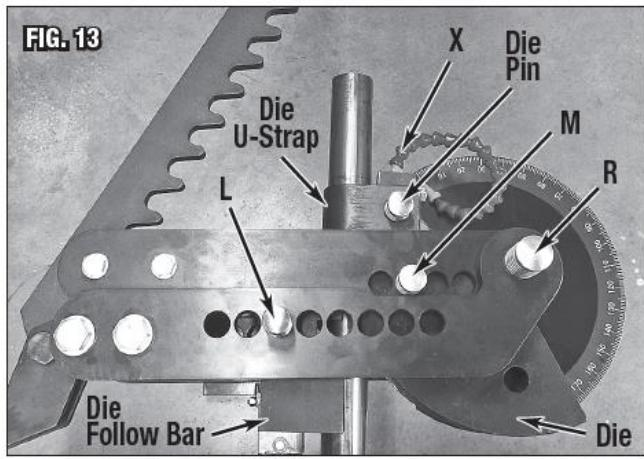

Рис. 13
1. Вставить заготовку между изогнутой формой и бруском, затем поместить U-образный зажим с внешней стороны трубы (Рис. 13). Слегка затянуть стопорный болт, если это необходимо.
2. Пропустить направляющий штифт (M) Ø7/8"x5-3/8" [Ø22x136 мм] через отверстие в наружной кромке формы (рядом с хомутом) для выравнивания с формой в узле приводного звена (Рис.13).
3. Поместите трещотку с зубьями полностью в зацеплении с приводной приводного звена (Рис. 13).
4. Нажать на рукоятку для устранения слабины, затем установить угломер на «0°» (Рис. 13).